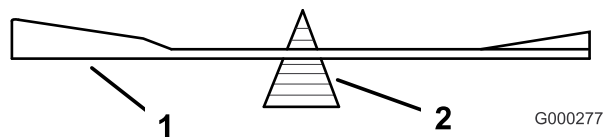
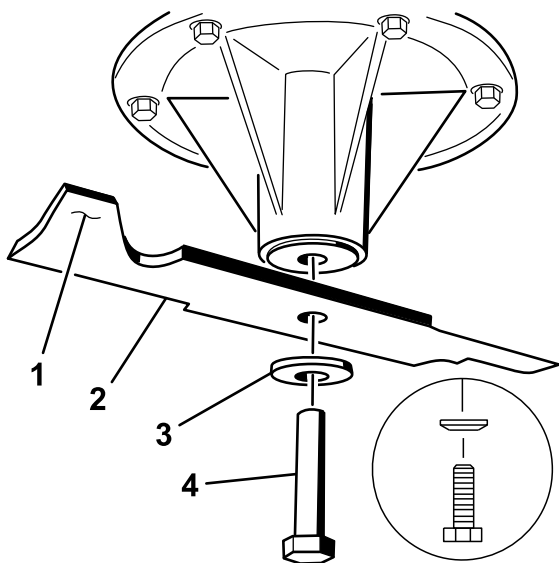

Figure 101
Figure 102
2. Vérifiez l'équilibre de la lame en la plaçant sur un équilibreur (Figure 101). Si la lame reste horizontale, elle est équilibrée et peut être utilisée. Si la lame est déséquilibrée, limez un peu l'extrémité de la partie relevée seulement (Figure 102). Répétez cette procédure jusqu'à ce que la lame soit équilibrée.
1. Placez la lame sur l'axe (Figure 102).
2. Mettez en place la rondelle élastique et le boulon de la lame. Le côté bombé de la rondelle élastique doit être dirigé vers la tête du boulon (Figure 102). Serrez le boulon de la lame à un couple de 115 à 150 Nm (85 à 110 pi-lb).